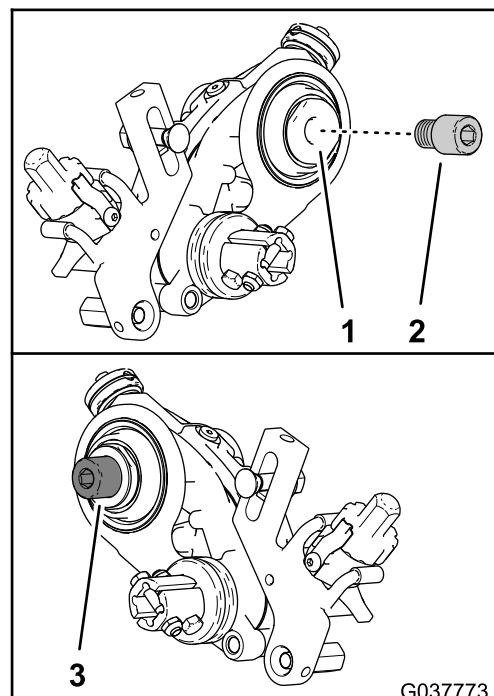

Figura 6
2. Montate l'adattatore del cilindro idoneo sull'albero di trasmissione (Figura 6). Utilizzate la tabella seguente per determinare quale adattatore utilizzare.
1. Applicate un composto frenofiletti blu all'interno dell'albero di trasmissione (Figura 6).